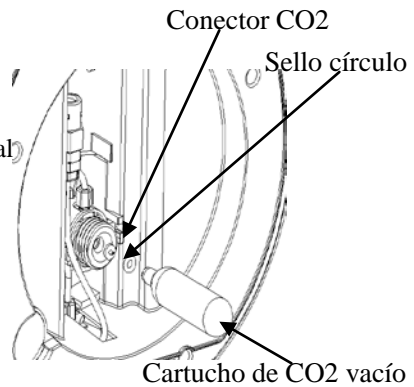

Figura 32
2. Instalar un nuevo conector de CO2 en el regulador (dejar en el extremo afilado hacia fuera), e instalar la arandela de sellado (como se muestra en la figura 32). No retire otras partes del regulador en el proceso de sustitución.